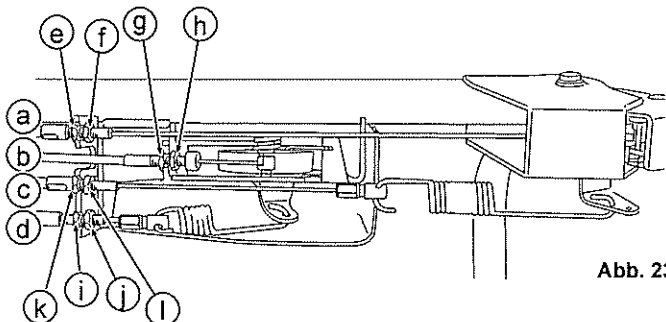

Abb. 23.
8.5.1 Gashebel (Siehe Abb. 23 und 24.)
8.5.2 Klingenshebel (Siehe Abb. 23 und 25.)
8.5.3 Kupplungshebel (Siehe Abb. 23 und 26.)
8.5.4 Ganghebel (Siehe Abb. 23 und 27.)